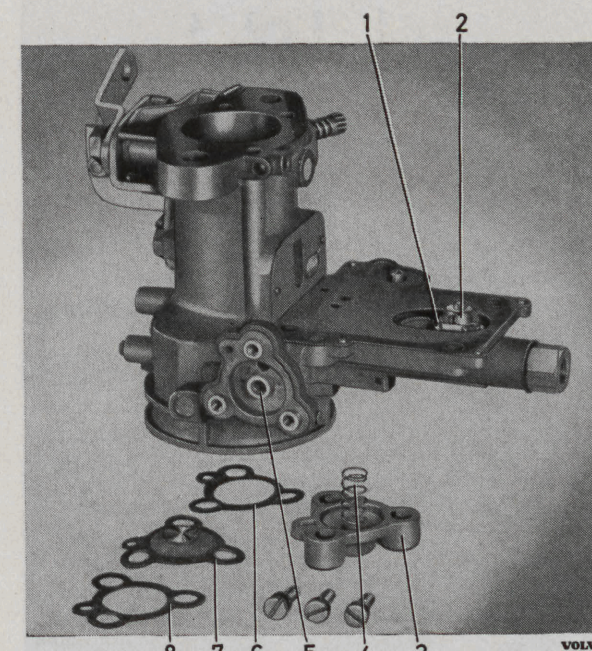

Bild 70. Ekonomiventil.
5. Lossa ventilen för flottören (2, bild 70). Ge akt på brickan vid ventilen. Skruva ur volym-skraven för tomgången.
6. Skruva ur ekonomiventilens (3) fästskravar och tag ned denna.
2. Se till att ekonomiventilens tallrik (7, bild 70) sluter fullständigt tätt mot sitt säte (5). Lappa i annat fall in den med fin slippasta som noga tvättas av före slutlig ihopsättning.